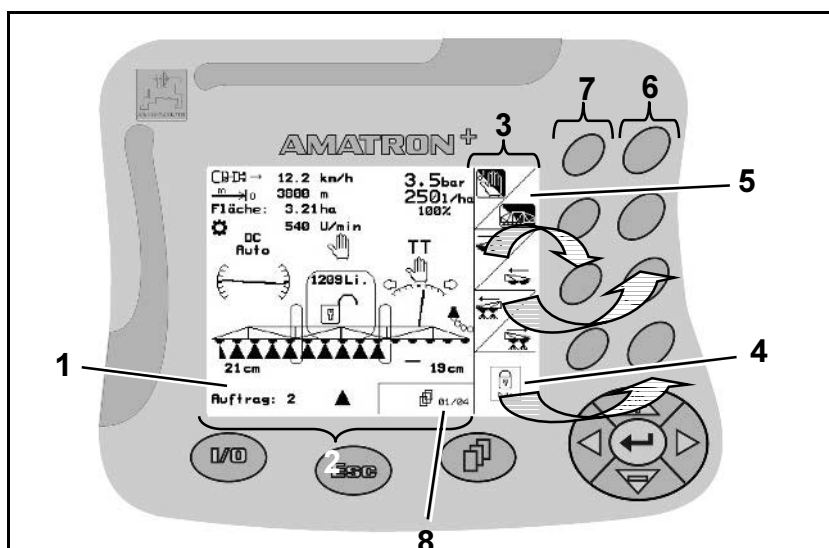

Рис. 5
- Рис. 5/...
- (1) Дисплей. Дисплей состоит из рабочего дисплея (2) и функциональных полей (3).
- (2) Рабочий дисплей. Рабочий дисплей отображает выбранные в данный момент функции опрыскивателя, а также фактическую скорость движения [км/час], пройденный участок [м], обработанную площадь в [га] и фактическую частоту вращения ВОМ [об/мин].
- (3) Функциональные поля состоят либо из одного квадратного поля (4) либо из квадратного поля, разделенного по диагонали (5).